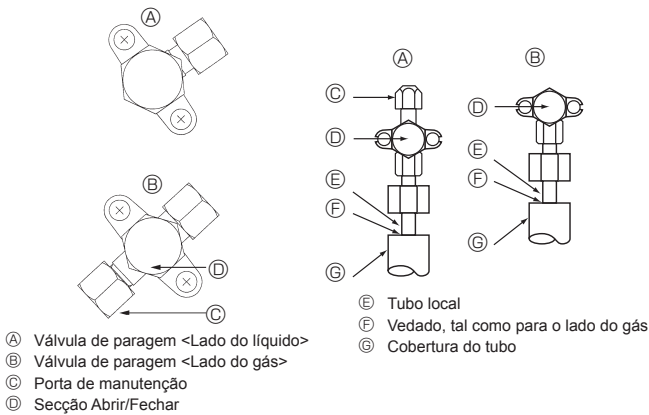

Fig. 4-4
4.4. Teste de vedação ao ar do tubo de refrigerante (Fig. 4-4)